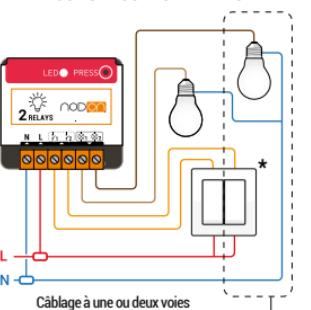

Figure 1
- Câblez le Module Éclairage ON/OFF selon le schéma en figure 1.